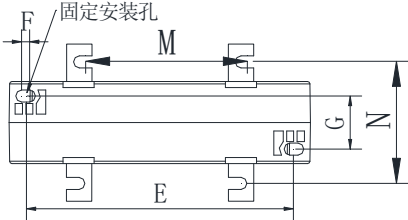

图 2 螺钉安装
- 2、探测器采用螺钉安装方式，安装尺寸如下图 2 所示，单位（mm）。